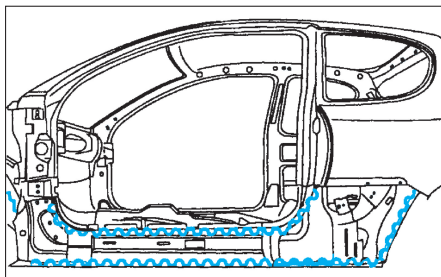
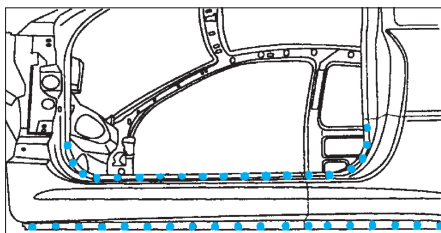

FIG. 94
FIG. 95
- par points électriques (avec l'équipement AB1) (Fig.94) et (Fig.95).